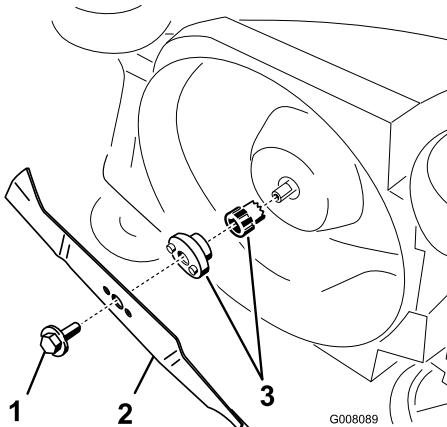

Рисунок 24
- Возьмитесь за конец ножа (Рисунок 24) рукой в перчатке на толстой подкладке или через слой ветоши.